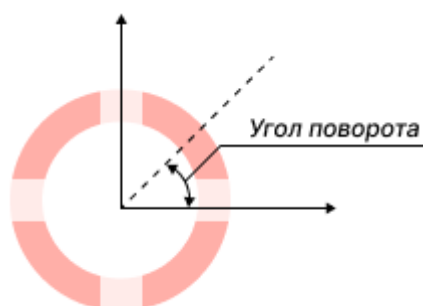

Рис. 131 Поворот апертуры
- Угол – величина угла поворота горизонтальной осевой линии апертуры против часовой стрелки. Значение может быть задано в диапазоне 0 – 359° с шагом 1°, см. Рис. 131.